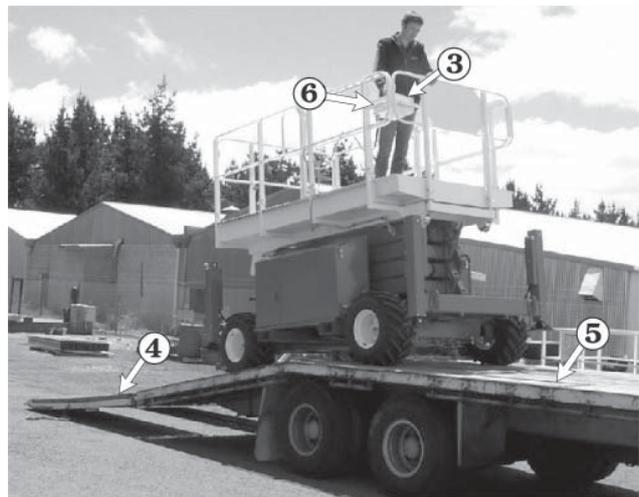

Abb. 10.5
6. Fahren Sie die RT mit Hilfe der Joystick-Steuerung 3 langsam und gerade auf die Rampe 4 und den Anhnger 5 (siehe Abb. 10.5).
7. Wenn die RT auf dem Anhnger ist, den **Notausschalter** 6 (siehe Abb. 10.5) am Plattform-Bedienfeld hineindrücken (AUS).